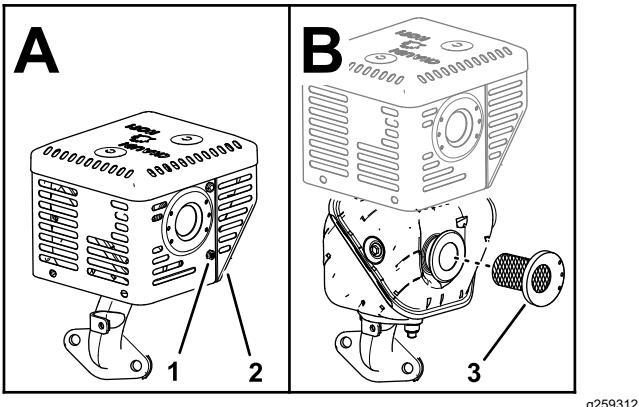

Figure 73
2. Retirez les vis qui fixent le pare-chaleur au silencieux, et déposez le pare-chaleur (Figure 73).
3. Déposez et nettoyez le filtre du pare-étincelles (Figure 73).
4. Montez le filtre du pare-étincelle sur le silencieux (Figure 73).